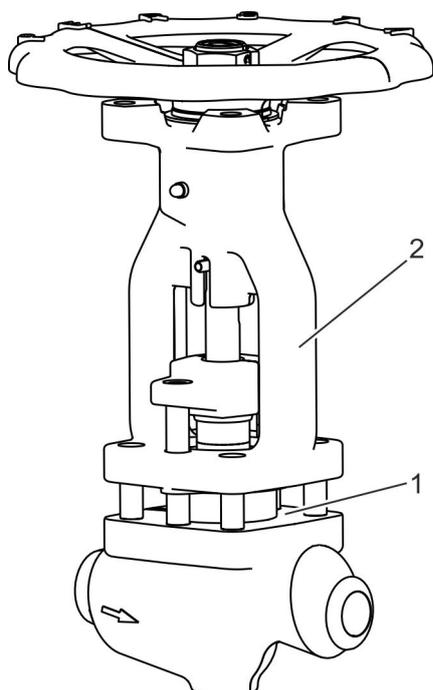

Abb. 31: Bügelauflauf aufstecken
- 40.** Bügelauflauf (Abb. 31/2) auf die Stiftschrauben am Gehäuse (Abb. 31/1) aufstecken.